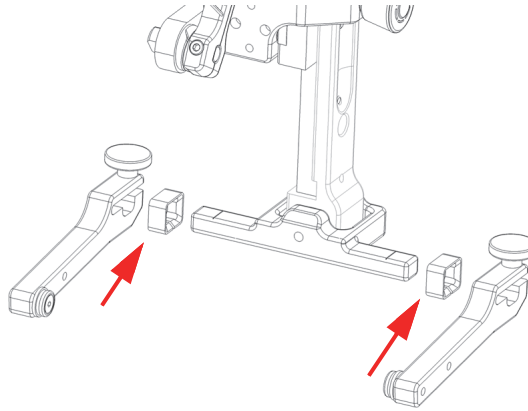

Abbildung 2-15 Spannarme entfernen und Passscheibe einsetzen
2. Setzen Sie auf jeder Seite des Schwenkträgers des Gabelstücks (Abbildung 2-15 auf Seite 51) eine Passscheibe ein.